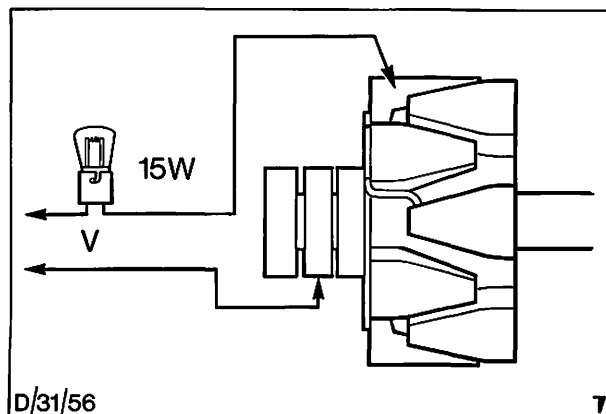

Abb. 80 Isolation der Läuferwicklung prüfen
b) Isolation der Läuferwicklung prüfen. Abb. 80.